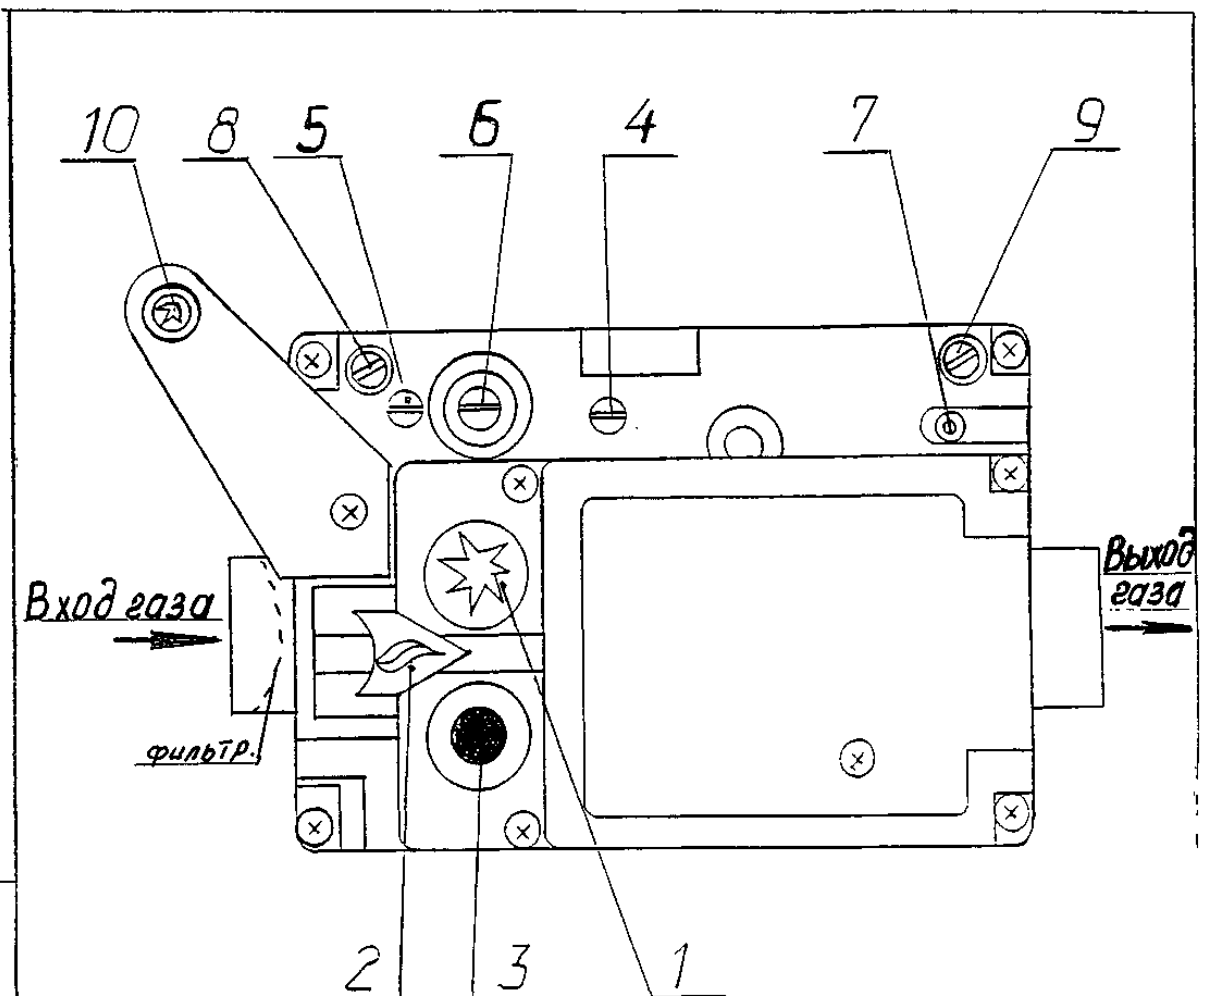

Рис.5. Элементы управления газовым клапаном.
6.3.5. Нажмите кнопку «*» (п.1 рис.5) и удерживайте её полностью нажатой – проход газа к запальной (пилотной) горелке открывается. Не отпуская кнопку «*», нажмите кнопку пьезовоспламенителя 10 до щелчка. Контролируйте розжиг запальной горелки через смотровое отверстие щитка.
6.3.8. Для включения основной газовой горелки нажмите поперечную кнопку «» (поз. 2, рис. 5).
6.7. Для полного выключения котла нажмите кнопку «●» (поз.3 рис.5) полностью. Отпустите кнопку. При этом кнопки «●» и «*» фиксируются в нижнем положении. Когда ток, вырабатываемый термопарой, перестанет быть достаточным для удержания магнитного блока притянутым, кнопки «●» и «*» освобождаются, и переходят в верхнее положение. Теперь имеется возможность выполнить повторный розжиг. Если в этом нет необходимости, выключите тумблер «СЕТЬ» и закройте газовый кран перед котлом.